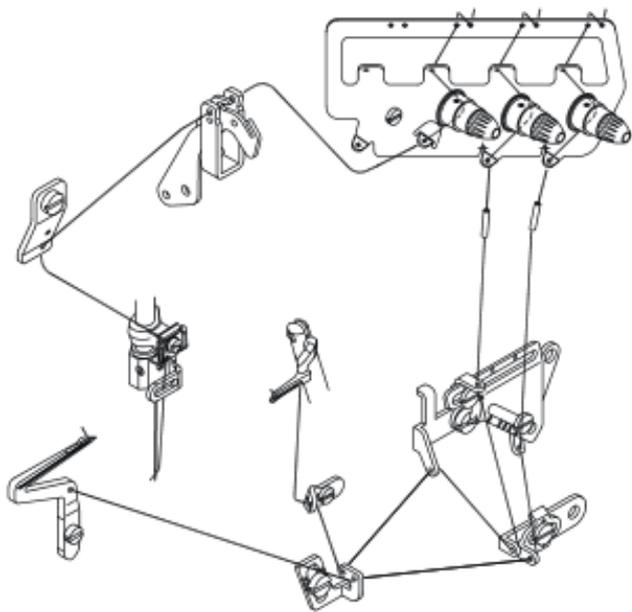

Fig. 17 / Fig. 17
1. Для трех нитей 737 (рис. 17)